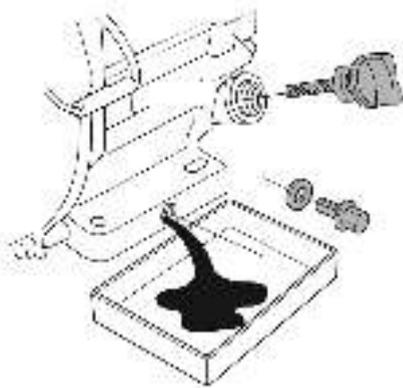

Рис. 29 Замена масла в двигателе
(1) Техническое обслуживание должно осуществляться более часто, при работе в пыльных условиях.
(2) Данный вид работ необходимо выполнять в авторизованном сервисном центре.
- Открутите пробку для слива масла и слейте отработанное масло в подготовленную для этого емкость (Рис. 29).